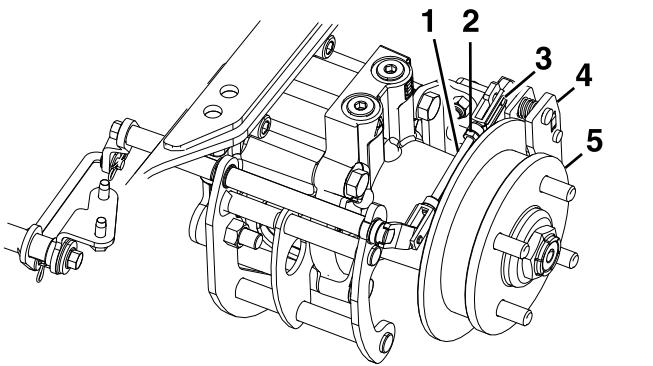

Figure 87
8. Retirez l'axe de chape élastique de la tringlerie arrière et de l'étrier (Figure 87).
12. Serrez l'écrou de blocage sur la tringlerie arrière (Figure 87).